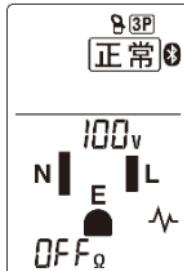

図7-1
**3P/2P**を3秒間押すごとに、抵抗値測定のON/OFFを切り替えます。抵抗値測定OFFの状態では、図7-1のように「Ω+」の表示を消して、抵抗値を表示しません。